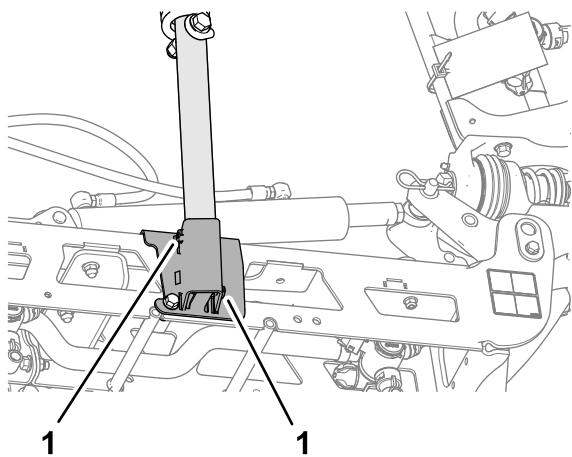

Figura 104
3. Afloje los 2 tornillos de fijación que sujetan el tubo inferior del soporte (Figura 104).